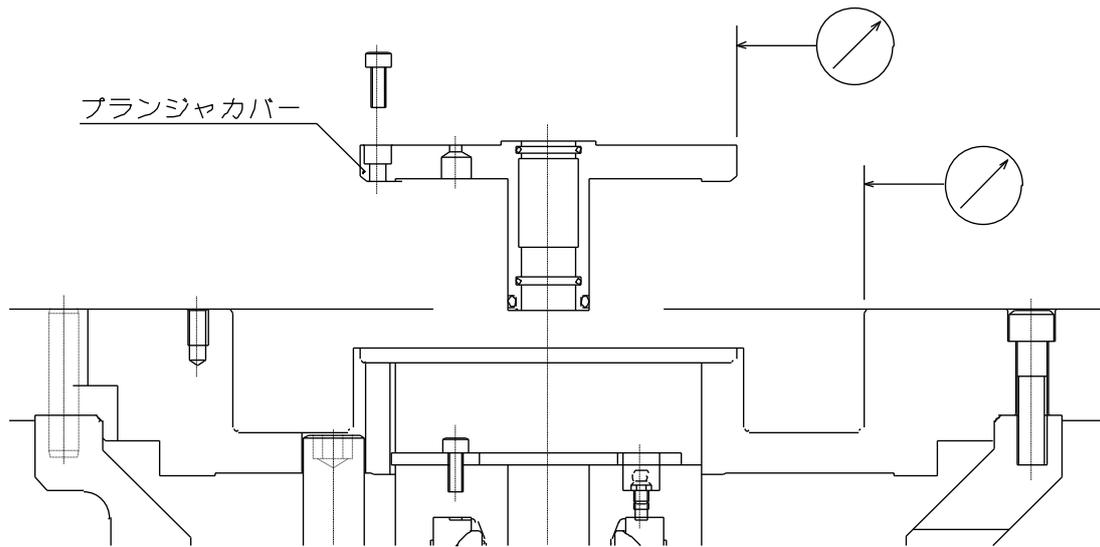

図 15
- ・ プランジャカバーを取り付け、図 15 のように各部を径振れ 0.02mm T.I.R. 以下となるように調整します。